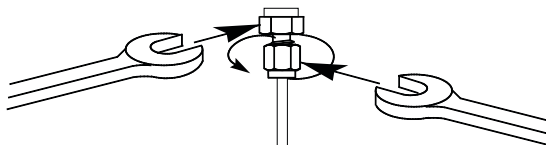

Figure 27. Serrage final
- 8 Pour des raccords Swagelok de 1/8 de pouce, utilisez une paire de clés plates de 7/16 de pouce pour serrer le raccord de 3/4 de tour. Voir **Figure 27**.
Pour les raccords de 1/4 de pouce, utilisez une paire de clés de 9/16 de pouce pour serrer le raccord de 1-1/4 de tour (comme indiqué **Figure 27**).